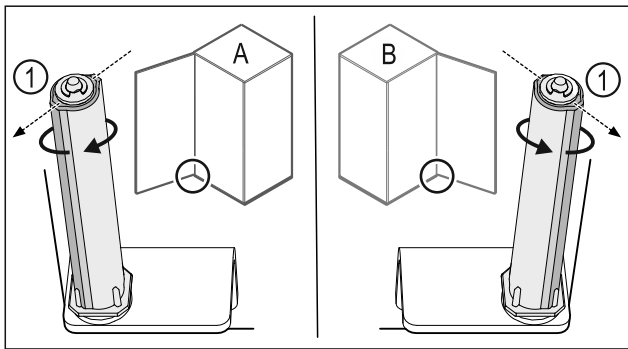

Fig. 41 Linkeraanslag (A) / rechteraanslag (B)
- ▶ Sluitsysteem tegen de weerstand in draaien, tot de stang van het sluitsysteem Fig. 41 (1) naar buiten wijst.